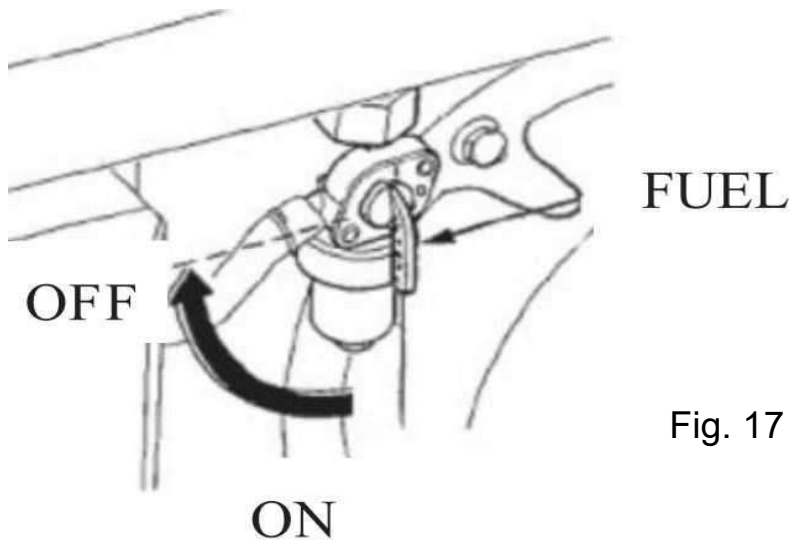

Fig. 17
2. abrir el grifo del combustible (ver p.26 fig.17)